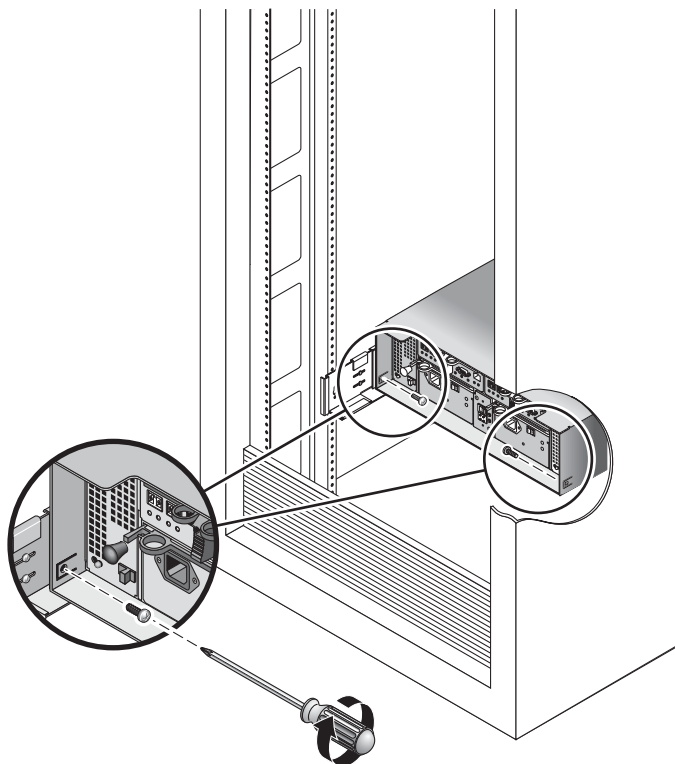

図 2-18 格納装置のキャビネット背面への固定
- 格納装置の背面で、8-32 ねじを 2 本 (左右に 1 本ずつ) 取り付けてしっかりと締め、格納装置の背面をキャビネットに固定します (図 2-18)。